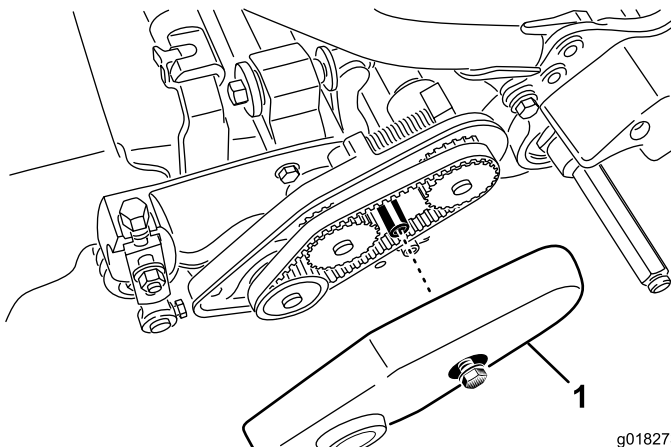

Рисунок 42
1. Выверните болт с буртиком, который крепит отстойник ремня, и снимите отстойник ремня, чтобы открыть ремень (Рисунок 42).